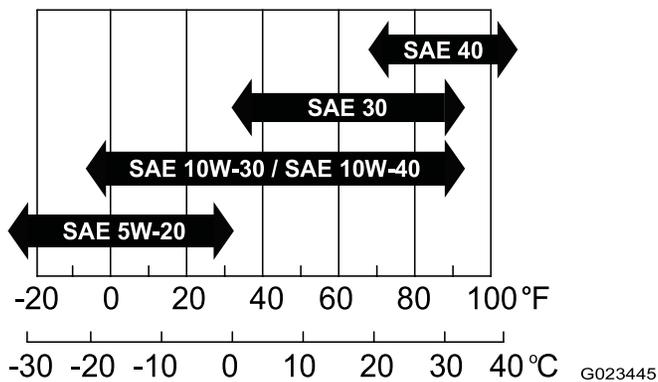

Bild 14
- **Viskosität:** SAE 30. In der folgenden Tabelle finden Sie andere Viskositäten (Bild 14):